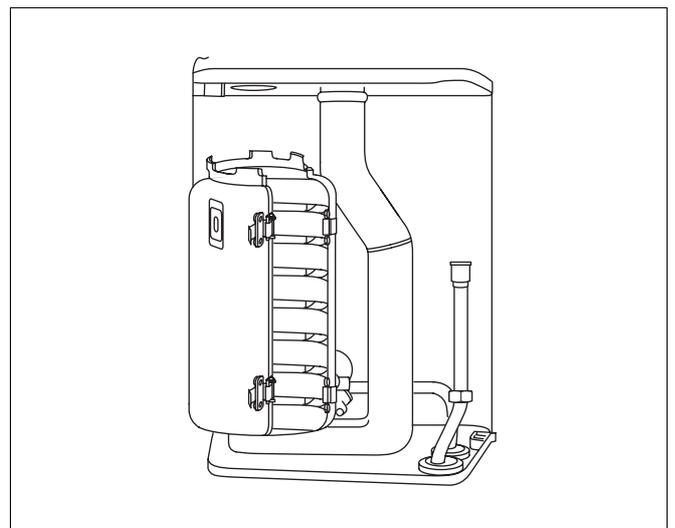

Fig. 37 Fermetures à déclic
- Enlever la moitié avant de la chambre de combustion (fig. 37). Pour ce faire, desserrer les fermetures à déclic (quatre exemplaires).